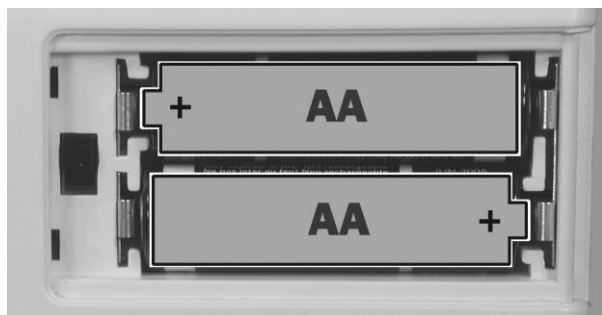

Bild 3-2 Polarität der Batterien/Akkus beachten
- Legen Sie beide Batterien entsprechend der Markierung im Batteriefach ein (siehe Bild 3-2).